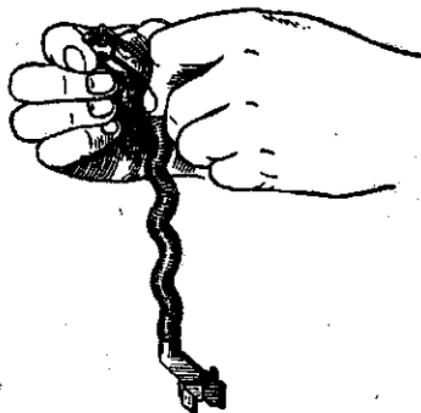

Рис. 22. Сборка возвратного механизма
**4) Собрать возвратный механизм.** Упереть пятку направляющего стержня в стол (упор); надеть пружину на направляющий стержень и сжать ее настолько, чтобы конец направляющего стержня вышел из нее; удерживая левой рукой пружину, правой рукой развести концы подвижного стержня, продеть один из них в образовавшуюся петлю и отпустить пружину до упора в подвижный стержень (рис. 22); вставить муфту между концами подвижного стержня; левой рукой сжать пружину, правой рукой перевести подвижный стержень в вертикальное положение, после